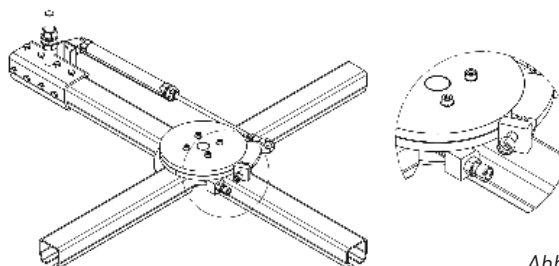

Abb. 66
- Jährlich den Arretierstift der Drehscheibe nachfetten (Abb. 66)